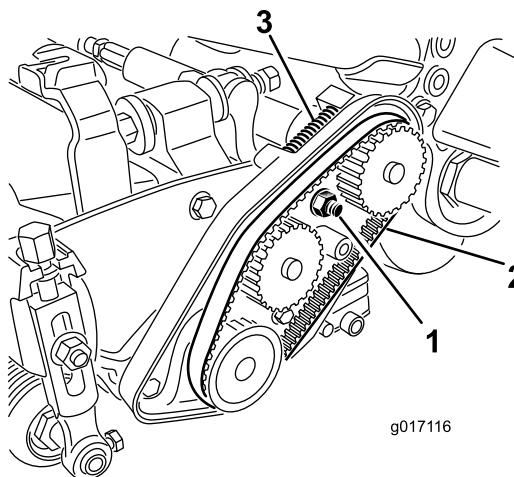

Figura 21
3. Afloje la tuerca del alojamiento del cojinete (Figura 21).
- 5. Retire la correa (Figura 21).
12. Asegúrese de que el muelle de compresión aplica tensión a la correa (Figura 21).